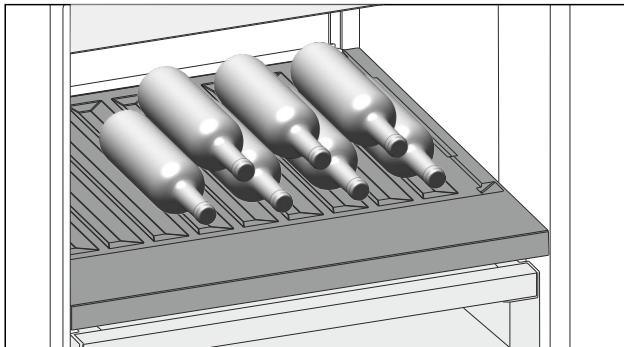

Fig. 165 Immagine a titolo di esempio
- Inserire le bottiglie con il fondo rivolto verso la parte posteriore. (vedere Fig. 165)